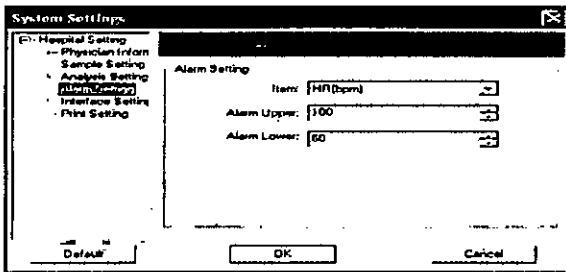

Imagen 6-25
- ◆ La interfaz de "Configuración de alarma" es como se muestra en la imagen 6-25. Entre los elementos de alarma se incluyen la frecuencia cardíaca, frecuencia del pulso y SpO₂.